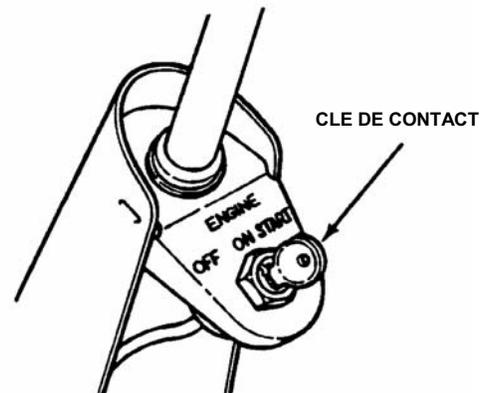

FIGURE 2.7
6. Tournez la clé sur la position démarrage (START) et maintenez-la dans cette position jusqu'à ce que le moteur démarre. Voir la figure 2.7. Note : si au bout de 5 secondes le moteur 'broute' toujours sans démarrer, relâchez la clé, vérifiez que le pédale de frein/d'embrayage est bien complètement enfoncée et attendez une vingtaine de secondes avant de recommencer.